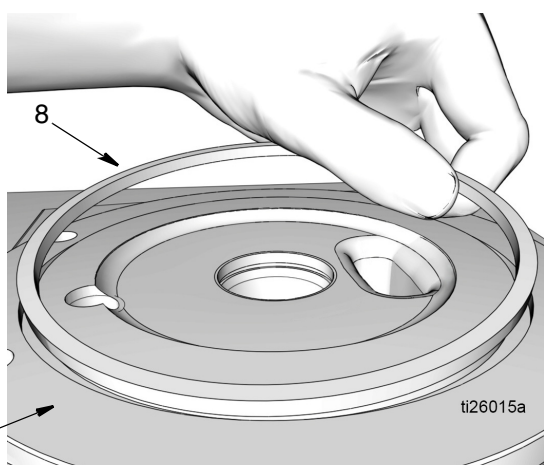

Рис. 48
7. Нанесите тонкий слой консистентной смазки на прямоугольное уплотнительное кольцо круглого сечения (8). Вставьте прямоугольное уплотнительное кольцо круглого сечения (8) в паз на основании насоса (1), как показано на Рис. 48.